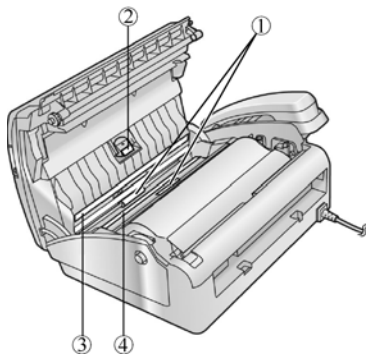

图 3-21 清洁送稿器和扫描器的位置
③ 使用蘸有异丙基外用酒精的布清洁送纸滚筒（①）和橡胶薄片（②），然后让所有部件完全干燥，用干的软布清洁白平板（③）和扫描器玻璃（④），位置如图 3-21 所示。